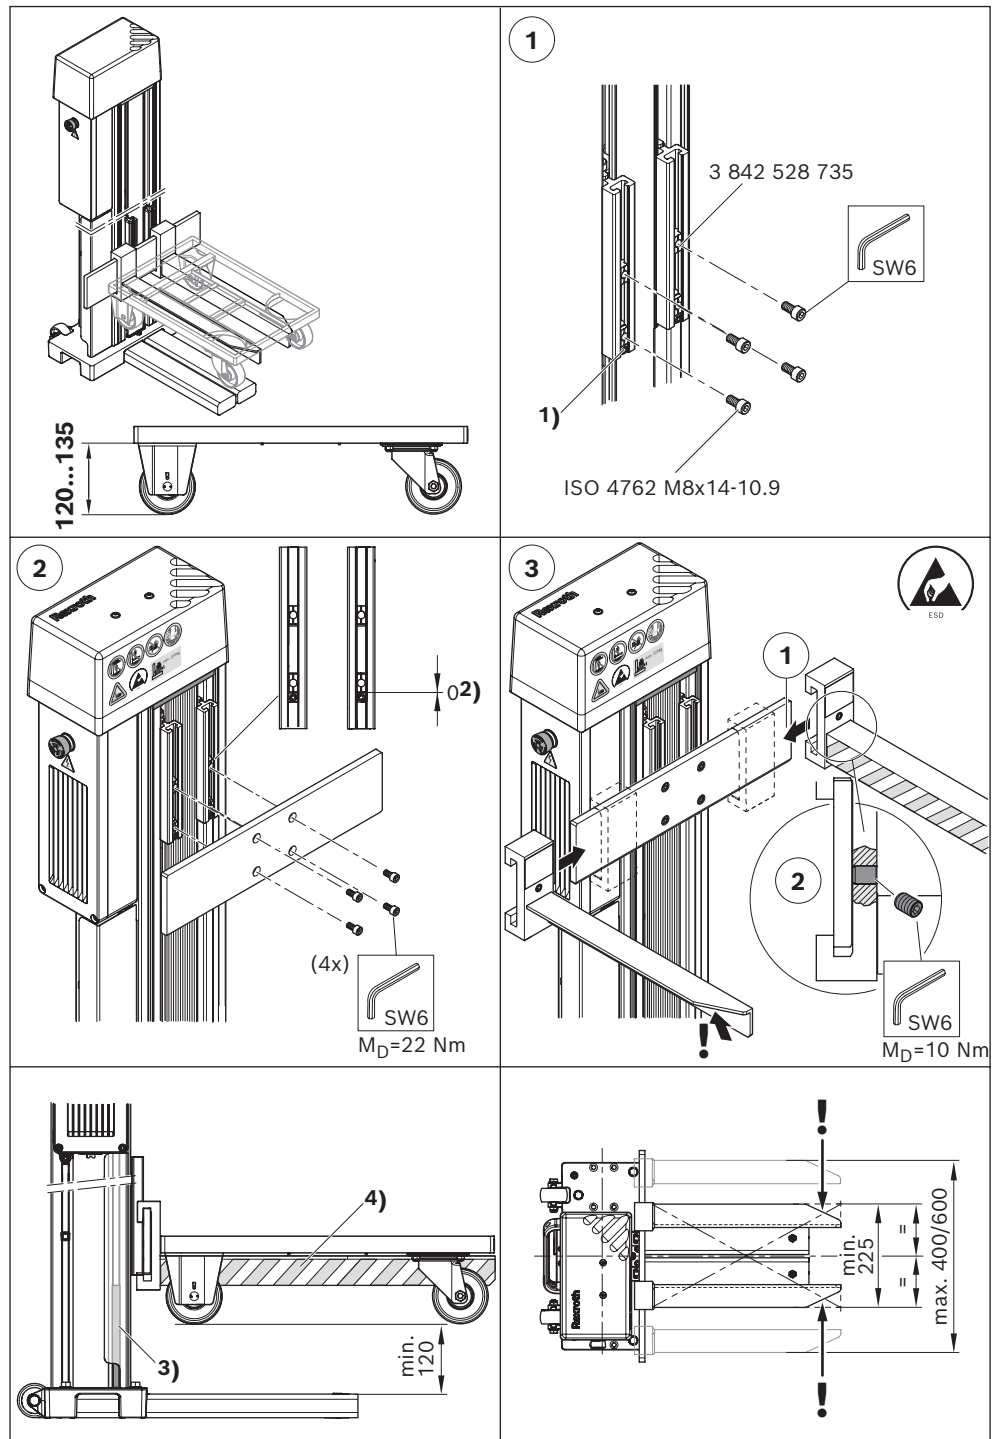

Fig. 18: Montagem da placa de fixação, forquilha para rodízio no chão com ≥ 120 mm de espaço livre
- Rodízio no chão com 135 mm de espaço livre (consulte Fig. 18)